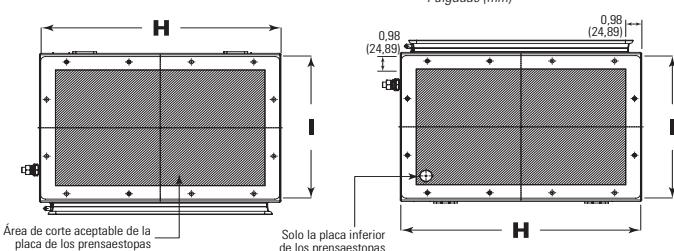

Figura 2: plano dimensional de la placa de los prensaestopas
- Seleccione una ubicación de montaje que proporcione resistencia y rigidez adecuadas para soportar el disyuntor principal STE y todos los componentes. Para el montaje, solo se debe utilizar tornillería de acero inoxidable con la resistencia adecuada. Instale dos (2) tornillos de montaje inferiores sin apretarlos.
- Alinee la carcasa con las dos (2) patas de montaje ranuradas de los tornillos instalados. Mientras sigue sujetando la carcasa en su posición, instale los dos (2) tornillos superiores y apriete los dos (2) tornillos inferiores. Apriete firmemente todos los tornillos alrededor de la carcasa antes de quitar el soporte.
- Retire las placas de los prensaestopas y perfore las entradas de conducto deseadas según la tabla de separación para los bujes Myers™ (en la sección Datos técnicos), y el plano dimensional de la placa de los prensaestopas (consulte la Figura 2).